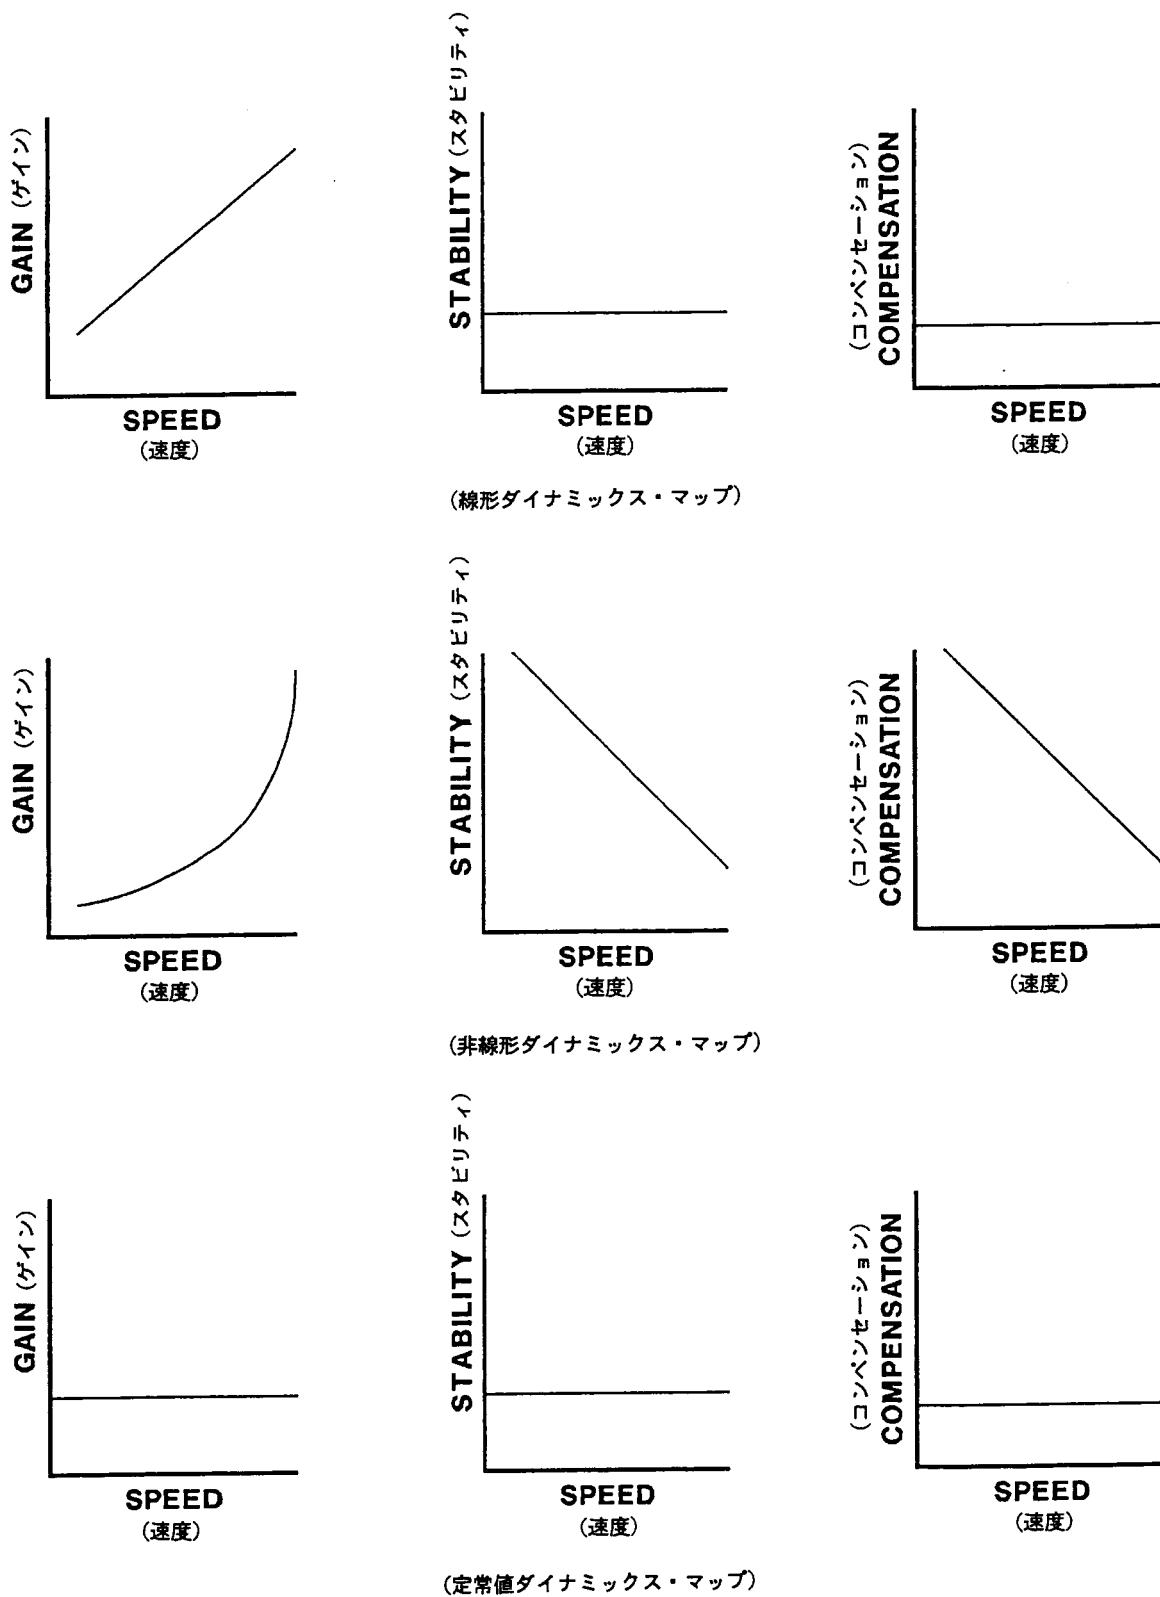

図4-7. ダイナミックス・マップのカーブ
6. Dynamics Map (ダイナミックス・マップ) は、エンジン速度の関数としてのダイナミックスをマップ（地図化）するために用いられるマッピング・アルゴリズムを選択します。図4-7は各々のマップに対するエンジン速度の動きとして、ダイナミックスがどのように変化するかを示しています。721制御機は線形、非線形、及び定常の3つのダイナミックスを提供します。